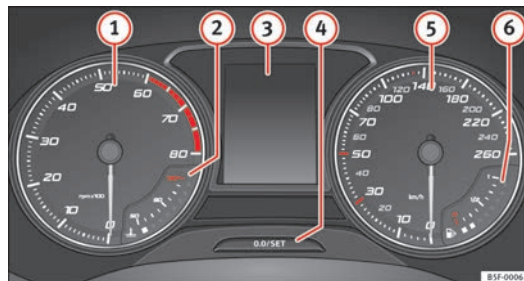

Abb. 36 Kombi-Instrument in der Instrumententafel.
Erläuterungen zu den Instrumenten ⇒ Abb. 36:
Im Display des Kombi-Instruments ⇒ **Abb. 36**  können je nach Fahrzeugausstattung verschiedene Informationen angezeigt werden:
- Drücken Sie kurz die Taste ⇒ Abb. 36 , um den Tageskilometerzähler auf 0 zurück zu setzen.
Die Anzeige des Service-Ereignisses erfolgt im Display des Kombi-Instruments ⇒ Abb. 36 .